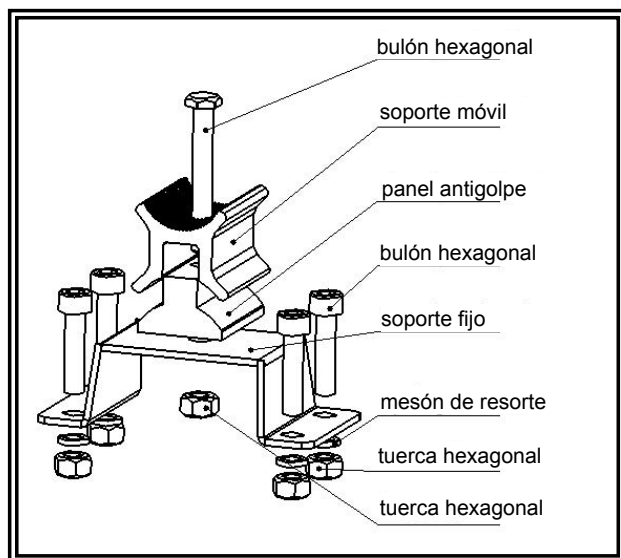

Figura 3
1. Primero, coloque el bulón hexagonal a través del soporte móvil, el panel antigolpe y el soporte, luego ajuste la tuerca hexagonal. Vea la figura 3.